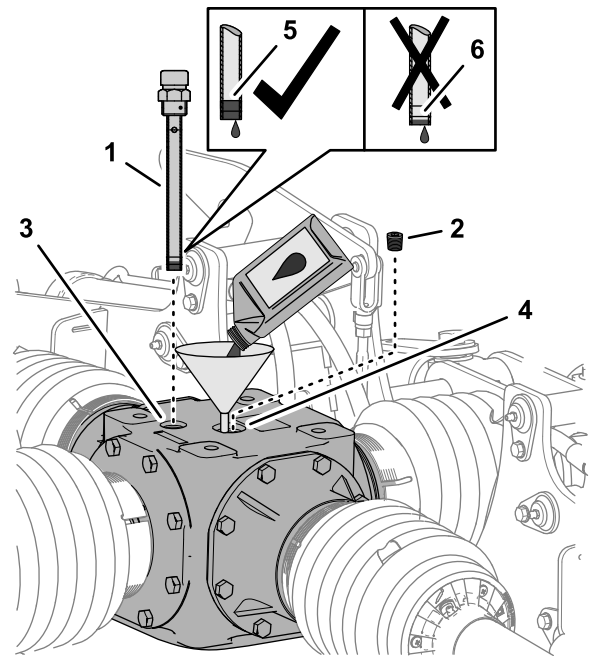

Figura 61
1. Togliete l'asta di livello dal relativo foro nella parte superiore della scatola ingranaggi centrale e pulitela (Figura 61).
2. Togliete il tappo di riempimento dal relativo foro nella parte superiore della scatola ingranaggi (Figura 61).
3. Aggiungete 2,48 litri di lubrificante per ingranaggi specificato nella scatola ingranaggi, attraverso il foro di riempimento (Figura 61).
4. Avvitare l'asta di livello nel foro, togliete l'asta di livello e controllate il livello del lubrificante (Figura 61).
6. Avvitare l'asta di livello nel foro di riempimento e serrate l'asta di livello (Figura 61).
7. Montate il tappo di riempimento nel relativo foro e serratelo (Figura 61).